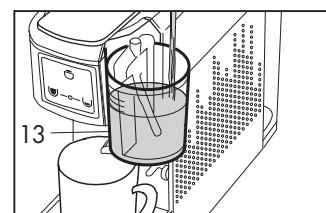

Fig. 13
- Retire la tapa del vaso de leche (13) y llene el vaso con la leche con cuidado a no superar el nivel indicado (se aconseja una dosis de 90 cc de leche). (**Fig. 13**)
- Cierre el vaso de la leche (13) con la tapa.